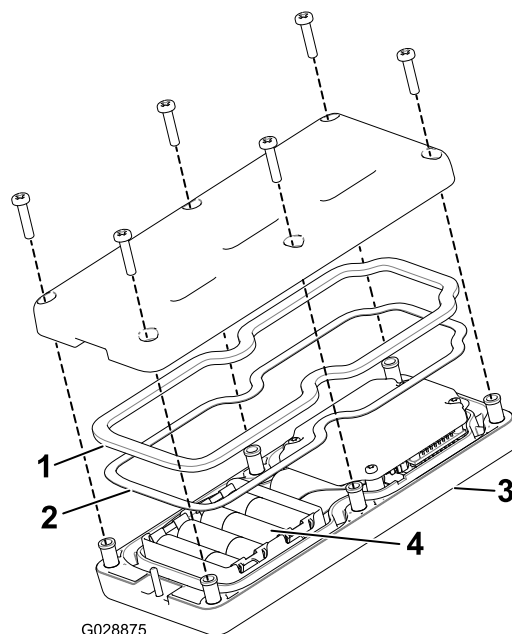

Рисунок 46
3. Отверните 6 винтов в задней части пульта дистанционного управления и снимите крышку (Рисунок 46).
5. Вставьте элементы питания в гнезда с клеммами, соблюдая полярность. В каждом гнезде имеется тиснение с обозначениями полярности клемм (Рисунок 46).
6. Если вы случайно удалили резиновое уплотнение и стальную прокладку, осторожно установите их обратно в канавку ручного пульта дистанционного управления (Рисунок 46).
7. Установите крышку, закрепите ее с помощью 6 ранее снятых винтов (Рисунок 46) и затяните их с моментом 1,5-1,7 Н·м.